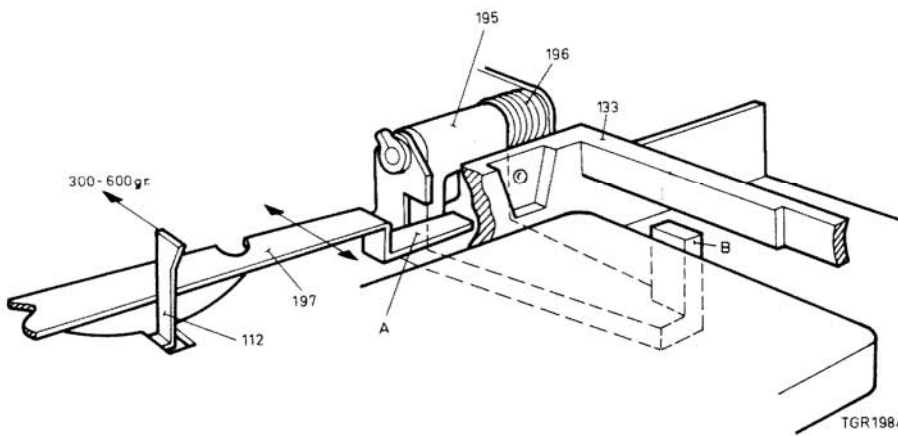

Fig. 22
#### Controle van de aandrukkracht van beugel pos. 112 (zie fig. 22)
De kracht waarmee deze beugel de cassette naar voren drukt moet 300 tot 600 g bedragen (zie fig. 22).
#### Instelling beugel pos. 197 (zie fig. 22)